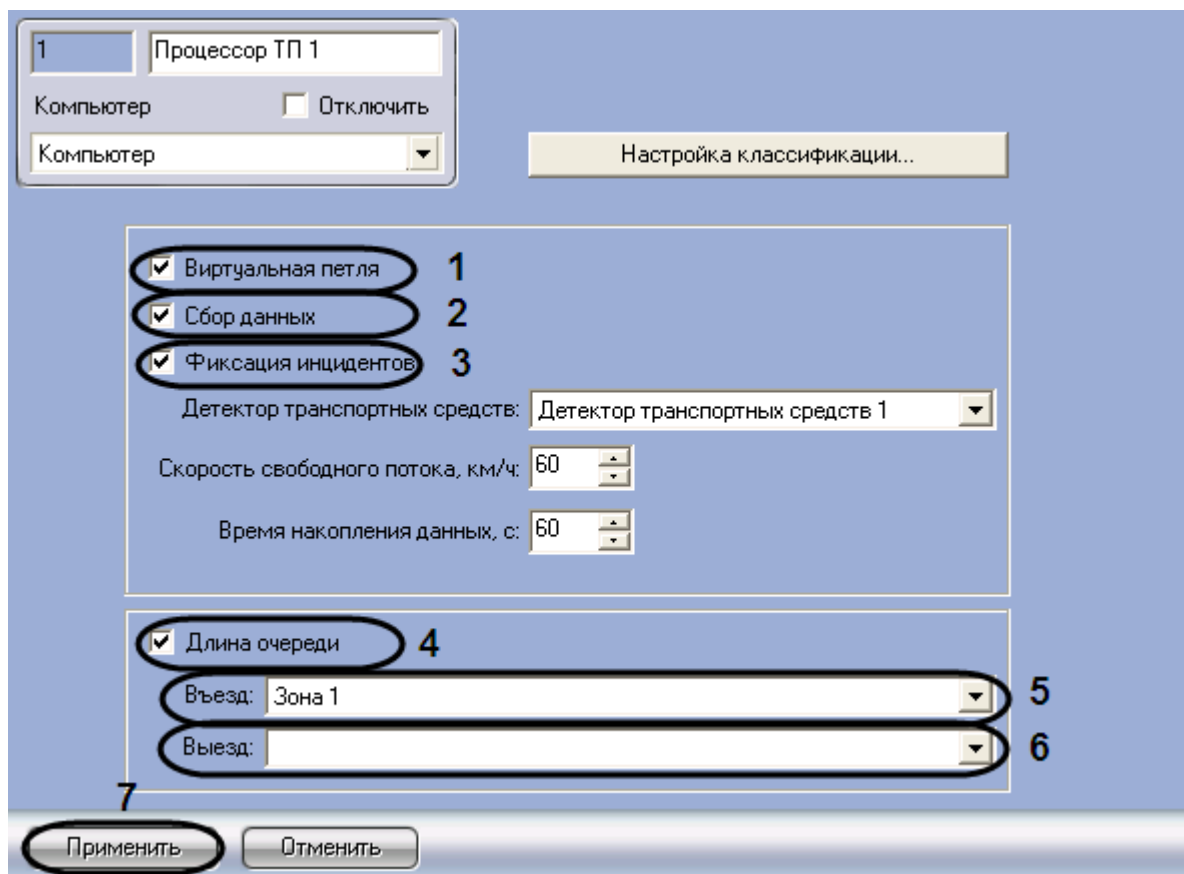

Рис. 7.6-10. Выбор режима работы модуля «Процессор транспортного потока»
1. Перейти на панель настройки объекта «Процессор ТП» (см. Рис. 7.6-10)
2. Для включения режима работы имитации виртуальной петли установить флажок «Виртуальная петля» (см. Рис. 7.6-10, 1). Результатом работы в данном режиме является ретрансляция событий о въезде/выезде транспортного средства из зоны детектирования, регистрируемых модулем «Детектор транспортного потока». По умолчанию события ретранслируются без сохранения в базе данных процессора транспортного потока. Чтобы включить сохранение событий в базе данных, необходимо выполнить шаг 3.
3. Для включения режима сбора и записи данных о транспортных потоках в базу данных процессора транспортного потока установить флажок «Сбор данных» (см. Рис. 7.6-10, 2)
4. Для включения режима фиксации и записи инцидентов в транспортном потоке в базу данных процессора транспортного потока установить флажок «Фиксация инцидентов» (см. Рис. 7.6-10, 3)
5. Для включения режима вычисления длины очереди, образованной транспортными средствами, установить флажок «Длина очереди». Результатом работы в данном режиме является регистрация событий с данными о длине очереди. По умолчанию события регистрируются без сохранения в базе данных процессора транспортного потока (см. Рис. 7.6-10, 4). Чтобы включить сохранение событий в базе данных, необходимо выполнить шаг 3.
6. Из раскрывающегося списка «Въезд» выбрать объект «Раздел», соответствующий территории въезда в зону детектирования, в которой вычисляется длина очереди (см. Рис. 7.6-10, 5)
- Из раскрывающегося списка «Выезд» выбрать объект «Раздел», соответствующий территории выезда из зоны детектирования, в которой вычисляется длина очереди (детектирования) (см. Рис. 7.6-10, 6)
- Для сохранения внесенных изменений нажать кнопку «Применить» (см. Рис. 7.6-10, 7)